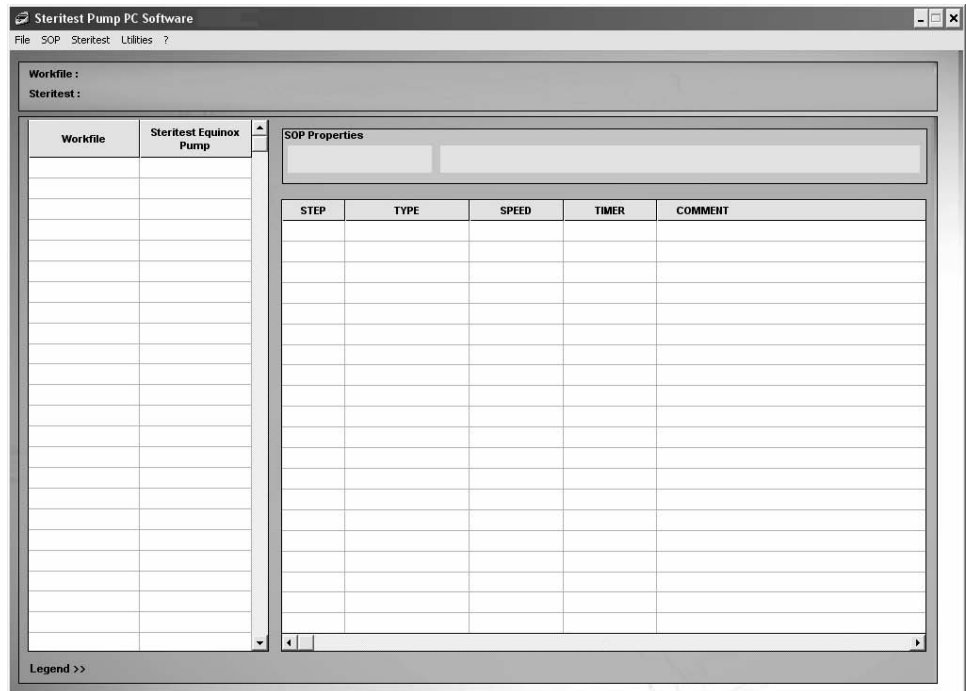

Abbildung 9: Steritest-Hauptfenster
4. Nachdem Sie sich erfolgreich angemeldet haben, wird das Steritest-Hauptfenster angezeigt (Abbildung 9).